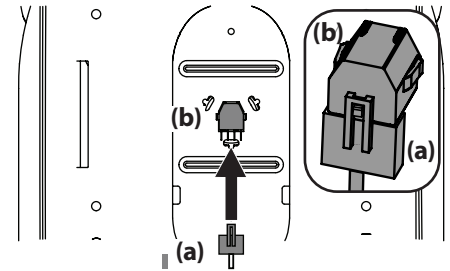

Figure 8
- Si nécessaire, connectez le faisceau de l'interrupteur du siège (a) à l'interrupteur (b). Voir Figure 8. Placez l'excédent de fil loin des points de pincement.